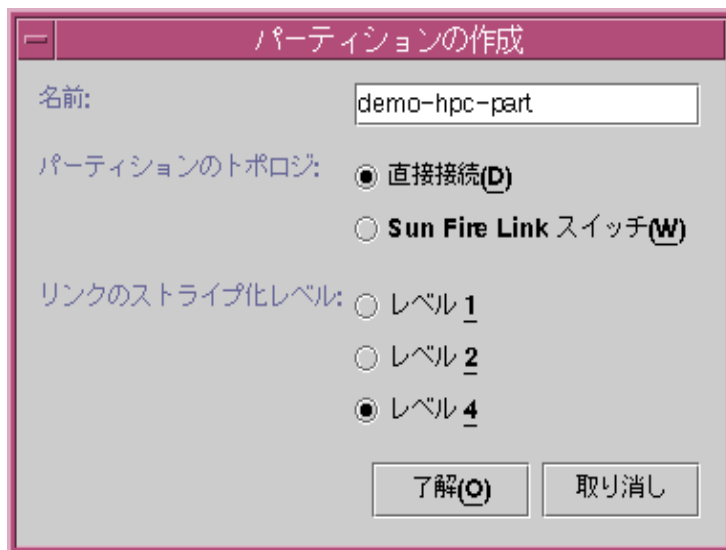

図 6-6 「パーティションの作成」ダイアログ
2. パーティションの作成のフィールドに必要な情報を入力し、最後に「了解」をクリックします (図 6-6 を参照)。